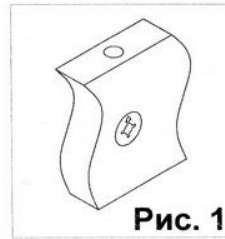

Рис. 1
1. Забить шканты (1) в детали 5, 4, 7, 3. Вставить стяжки -растекс (3) в детали 1, 2, 4, 7, 3 (см. рис.1) Закрутить в детали 7, 3 и 4 2 стойки стяжки усиленной (14). Прикрутить направляющие (7) к боковинам 1 и 2 только на задние посадочные места (см. рис.3) ,рисунок находится на листе с фурнитурой. Соединить полку нижнюю 5 с боковинами 1 и 2. Фиксацию деталей произвести при помощи евроинтов (2) Присоединить к деталям 1 и 2 полку среднюю 6, при помощи стяжек-растекс (3) , и шкантов (18) .
Взять стенку заднюю выдвижного ящика 13 и забить в соответствующие отверстия шканты (1). Соединить боковины ящика 11 и 12 с задней стенкой 13. Фиксацию производить при помощи евроинтов (2). Далее положить каркас ящика на заднюю стенку 13 и забить шканты (1) в соответствующие торцевые отверстия на боковинах ящика, 11 и 12 и вставить стяжки растекс (3) (см.рис.1). После этого вставить дно ящика 19 в пазы на каркасе ящика, таким образом, чтобы дно ящика 19 вошло в паз на стенке задней ящика 13. Далее закрутить в переднюю панель ящика 14 в